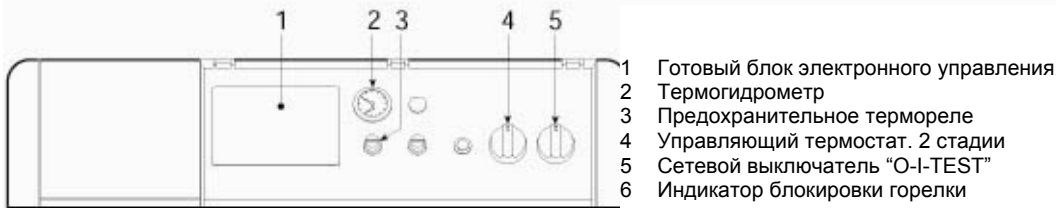

Рис. 1
При кратком нерабочем периоде просто поверните выключатель **5** (Рис.1) на панели управления в положение "0". При длительном нерабочем периоде наряду с этим должен быть закрыт вентиль (кран) подачи топлива. При длительном нерабочем периоде в зимний период, во избежание замерзания системы, добавьте в систему специальный антифриз или полностью осушите систему.
**a** – Блокировка горелки, сигнализируемая соответствующей лампочкой **6** (Рис.1). Смотрите инструкция к горелке.
- 2 Установите термостат 4 (Рис. 1) на требуемую величину.
- 3 Включите выключатель выше котла и выключатель 5 панели управления (Рис. 1)